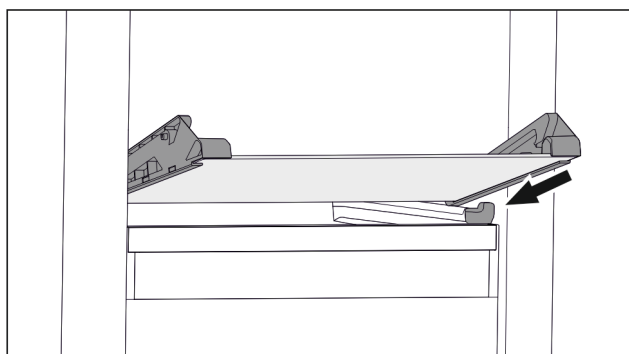

Fig. 93 Steklena plošča nagibnega predala
- ▶ Stekleno ploščo postavite v poševnem položaju za zaustavljalniki. (glejte Fig. 93)